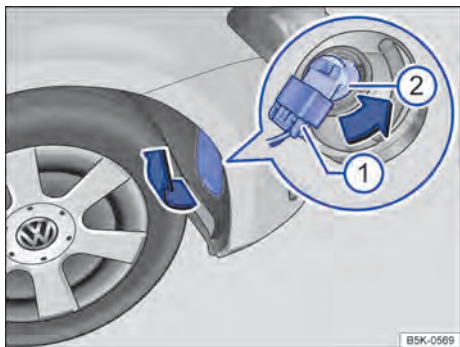

Fig. 235 No protetor da caixa de roda dianteiro direito: substituir a lâmpada incandescente no farol.
3.	Se necessário, levantar com cuidado a cobertura no protetor da caixa de roda, no sentido da seta, com a lâmina plana da chave de fenda das ferramentas de bordo ⇒ Fig. 235.
4.	Destruavar e retirar o conector ①.
5.	Girar o suporte de lâmpadas ② até o batente no sentido anti-horário (seta) e retirar para trás com a lâmpada incandescente.
8.	Encaixar o conector ① no suporte da lâmpada ②. O conector precisa encaixar audivelmente.
9.	Encaixar a cobertura no protetor da caixa de roda ⇒ Fig. 235.